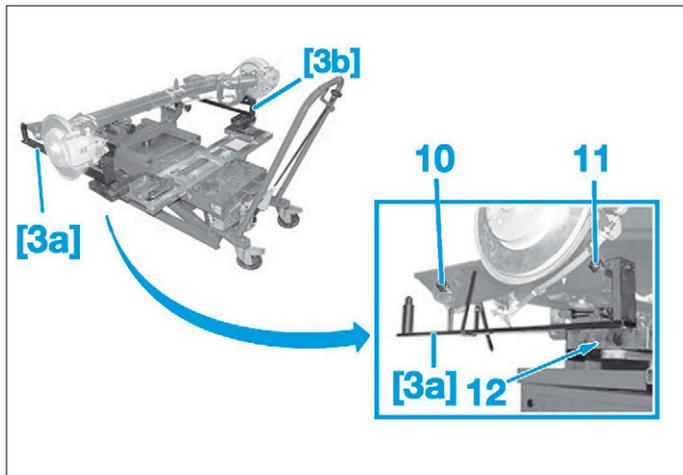

FIG. 79
- Desserrer les vis centrales des cales élastiques (10) (Fig.79).
- Monter les outils [3a] et [3b] sur les fixations inférieures des amortisseurs utiliser, les vis (11).
- Positionner le train arrière pour que les outils [3a], [3b] soient à l'horizontale, utiliser des cales élastiques (12).